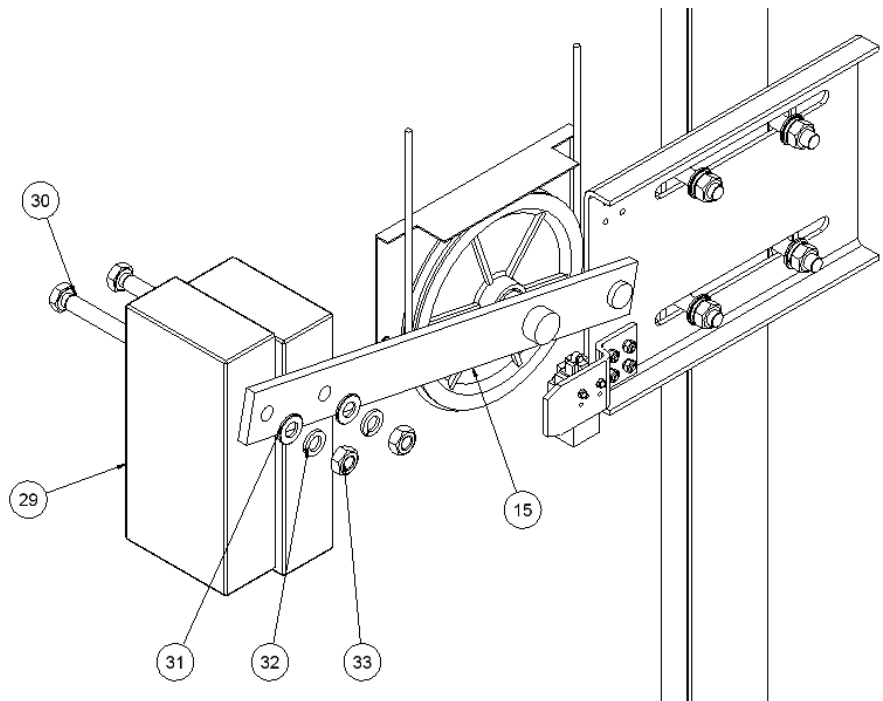

Figura 7
8. MONTAJE DE LAS PESAS EN LA POLEA TENSORA: Para terminar, se montarán las pesas **(29)** en la posición que refleja la figura 7. Para ello se utilizarán dos tornillos DIN 931 M14x80 **(30)** y para su fijación se usarán dos arandelas Grower DIN 127 M14 **(32)**, dos arandelas planas DIN 125 M14 **(31)** y dos tuercas DIN 934 M14 **(33)**.